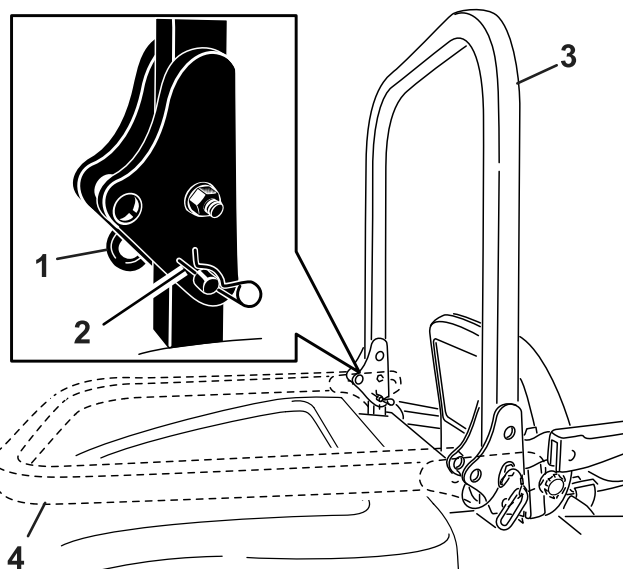

Bild 20
1. Klappen Sie den Überrollbügel hoch und entfernen Sie die Splinte und die zwei Stifte (Bild 20).